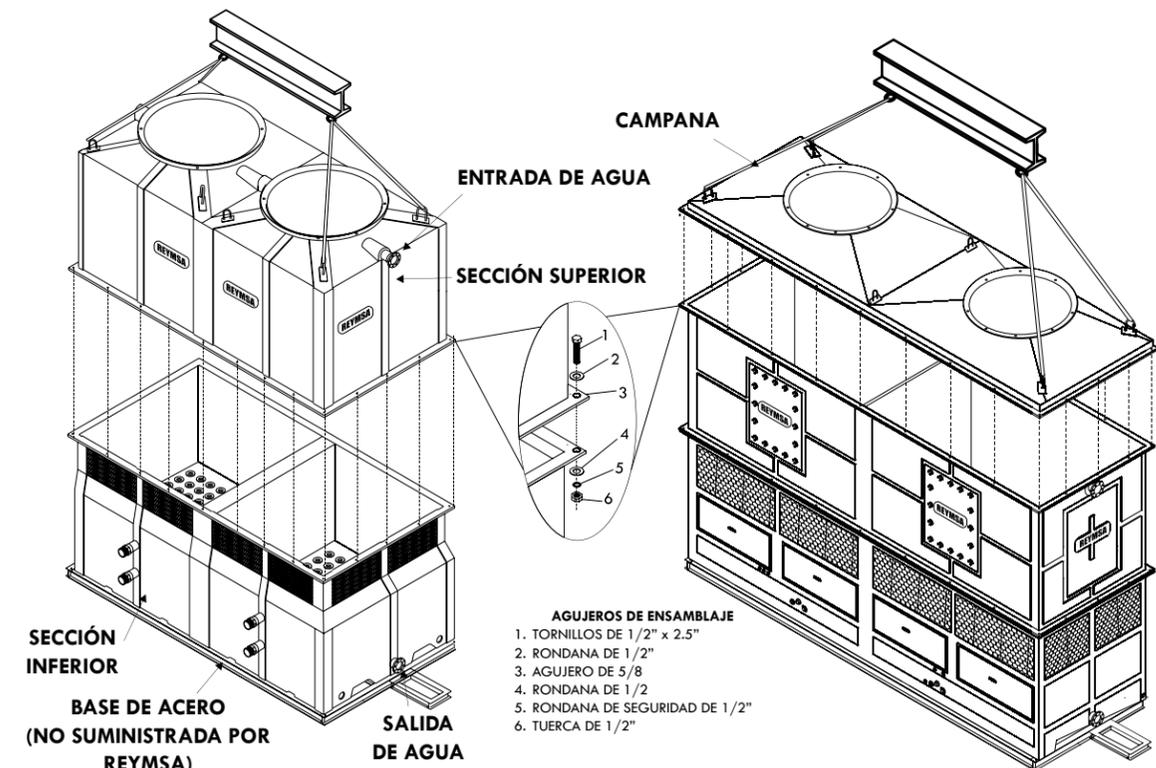

Figura A-15: Instalación del ducto del ventilador, parte superior e inferior.
I. Usando una grúa, ensamble la parte superior con la sección inferior de la torre (cisterna), la sección superior tiene argollas para izar, use una barra alineadora para alinear los agujeros de los tornillos mientras las secciones están siendo colocadas (ver Figura A-15). En caso de que la sección superior tenga cubierta desprendible (campana), se explicarán los detalles del ensamble aquí: